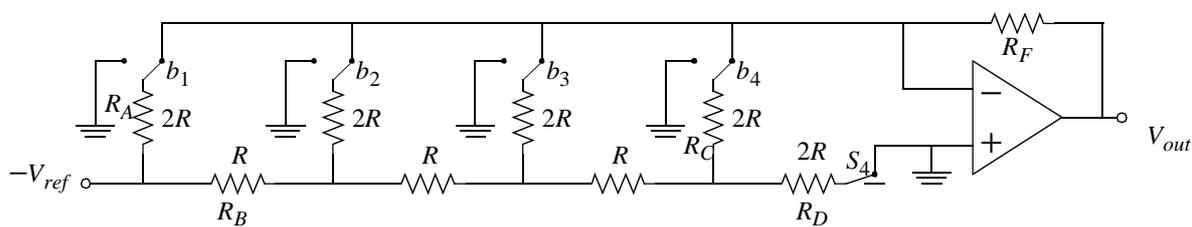

Figura 3: Convertidor de 4 bit basado en una escalera R-2R.
2.10) Suponiendo que todas las llaves en la Figura 3 son MOSFETS y están escaladas para que la caída de tensión entre drenador y fuente sea 100 mV (incluyendo S_4 que está siempre encendida), mostrar que no hay de pérdida de precisión.
2.11) Para el convertidor de la Figura 3, ¿Cual es el error a la salida (medido en LSBs) cuando $R_A = 2.01 R_B$? ¿Y cuando $R_C = 2.01 R_D$?